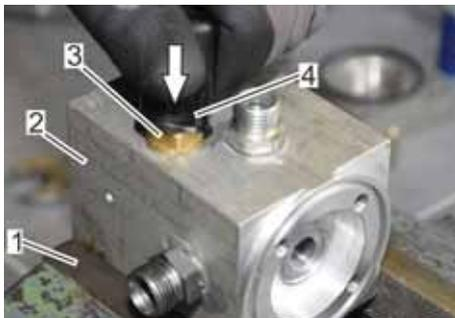

Abb. 85: Schutzkappe aufsetzen
- 13.** Die Schutzkappe (Abb. 85/4) auf das Zuströmventil (Abb. 85/3) aufsetzen.
- 14.** Das Gehäuse (Abb. 85/2) aus dem Schraubstock (Abb. 85/1) nehmen und beiseitelegen.